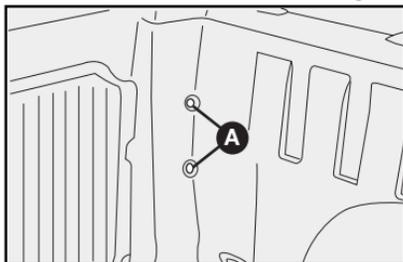

fig. 45
2) Utilizando un destornillador, saque los tornillos de fijación del portalámparas **A-fig. 45**, en el compartimiento de carga.